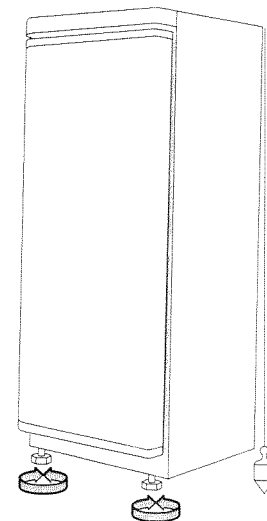

fig. 2
- Calez l'appareil au moyen des pieds réglables déjà en place ; une légère inclinaison de l'appareil vers l'arrière facilitera la fermeture de la porte (fig. 2).
- 8- Dévissez et ôtez le support pivot inférieur en maintenant la porte (fig. 2).